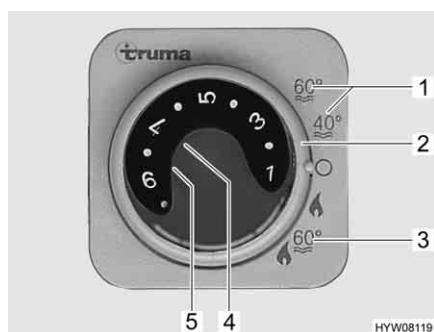

Fig. 69 Centralina di controllo per riscaldamento/boiler
Il boiler è integrato nel riscaldamento e funziona a gas. Il boiler si accende dalla centralina di controllo (Fig. 69) con l'interruttore girevole (Fig. 69,2).
Durante il funzionamento invernale "Riscaldamento e boiler" (Fig. 69,3), accendendo il riscaldamento è riscaldata automaticamente anche l'acqua nel boiler. Quando il riscaldamento si spegne al raggiungimento della temperatura ambiente desiderata, il boiler continua a riscaldare l'acqua, fino a quando questa raggiunge la temperatura impostata.
Durante il funzionamento estivo (Fig. 69,1) l'acqua è riscaldata soltanto nel boiler fino a 40 °C o 60 °C. L'acqua si riscalda a 60 °C in ca. 25 minuti. La spia gialla di controllo (Fig. 69,5) si accende durante la fase di riscaldamento del boiler.
L'alimentazione di tensione per il boiler non può essere interrotta interrompendo l'alimentazione a 12 V sul pannello di controllo. A seconda del modello, in caso di guasto si accende la spia rossa di controllo (Fig. 69,4) sulla centralina di controllo (vedi capitolo 14).
- Sulla centralina di controllo (Fig. 69) posizionare l'interruttore girevole (Fig. 69,2) su "Funzionamento estivo" (Fig. 69,1).
La spia gialla di controllo (Fig. 69,5) si accende durante la fase di riscaldamento. Al raggiungimento della temperatura dell'acqua desiderata, la fase di riscaldamento termina e la spia gialla di controllo si spegne.
- Sulla centralina di controllo (Fig. 69) posizionare l'interruttore girevole (Fig. 69,2) su "O".